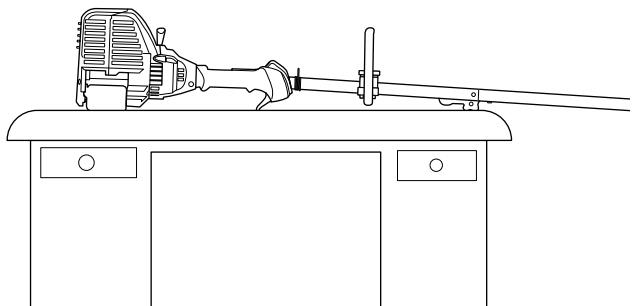

Fig. 21
- Ubique la unidad sobre una superficie plana y nivelada,** como un banco de trabajo o una mesa. El protector del cabezal de corte debe quedar colgando del borde de manera que el motor quede nivelado (Fig. 21).